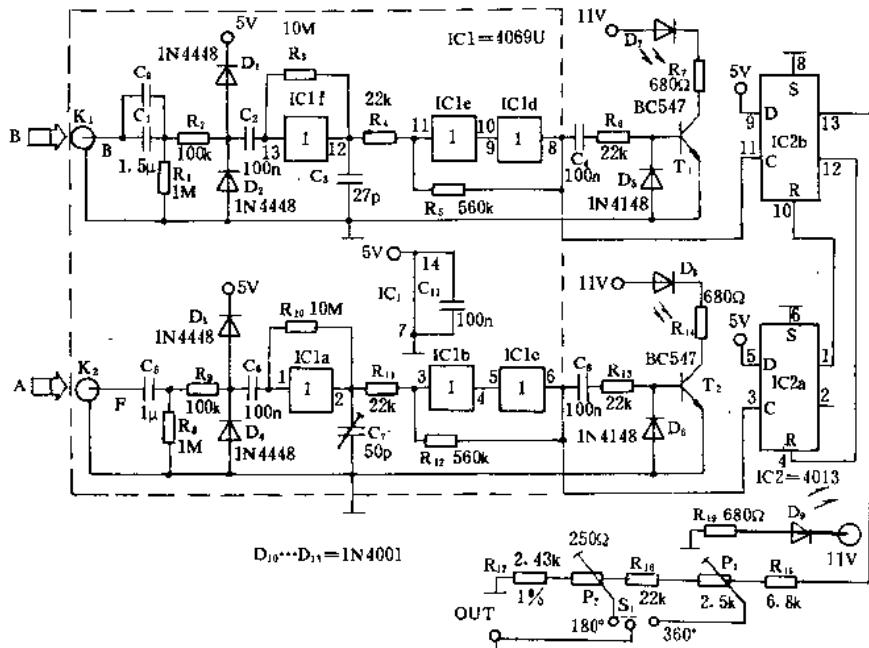

图 1—9
附加器制法如下：裁 5mm 厚的胶木板（布质层压板）一块，如图 1—4 所示，钻好孔，攻好螺纹；裁 0.8mm 厚的黄铜片两片，如图 1—5 所示，钻好孔，锉去毛刺；剪 0.5mm 厚的云母片一片，如图 1—6 所示，钻好孔。
在此片上用 0.03mm 厚×0.7mm 宽的电阻丝（ $23.7\Omega/m$ ）间绕 9 匝（始端和末端在大孔里缠绕 3 小匝），匝间距离约 1.8mm。剪 0.5mm 厚的云母片一片，如图 1—7 所示，钻好孔。
把已绕好电阻丝的云母平放在胶木板上，盖上图 1—7 所示云母片，再盖上黄铜片（左右各一片），在小孔里装入细铜脚（脚朝下、螺纹朝上），大孔里装入香蕉插口（插口的塑料螺帽弃而不用），依次用螺帽拧紧，至此组装完毕。
电路如图 1—8 所示，三极管的集电极（c）接万用表（+）端，射极（e）接万用表（-）端，由于万用表内部有一组电池其极性为：正极接表（-）端，而负极接表（+）端，因此三极管 c—e 间构成逆向偏压。又由于基极（b）接有一组正向偏压电池，当测试棒两端有高电阻接上时，就有微弱的基极电流流通，导致集射极间有大电流流过，此时万用表的指针就会有相当幅度的摆动。利用上述附加电路，即可用来扩大万用表电阻档测量范围。
电路如图 1—9 所示,图中的 IC1 为 A、B 两输入通道的放大和整形电路,整形后的信号分别送 IC2a、IC2b 进行相位比较,同时通过 T₁、T₂ 使发光二极管 D₇、D₈ 指示,经比较后的信号由 IC2b 的⑬脚输出,再经 R₁₅、R₁₆、R₁₇、P₁ 和 P₂ 分压后供数字万用表测试。图 1—9 中 S₁ 为量程选择开关。
测 β 将 K₁、K₂ 拨向“1”, K₃ 拨向“2”, 万用表拨在直流 10mA 档或根据其读数选择合适的电流档。为了能大致了解三极管的放大线性, 可以分别测试 I_b=10μA 和 I_b=100μA 时的两个 β 值, 即将 K₃ 分别拨向“2”和“3”, 如果测得的两个 β 值相距不大, 则可认为该三极管的放大线性较好。β 的测试电路见图 1—10。其计算方法如下: